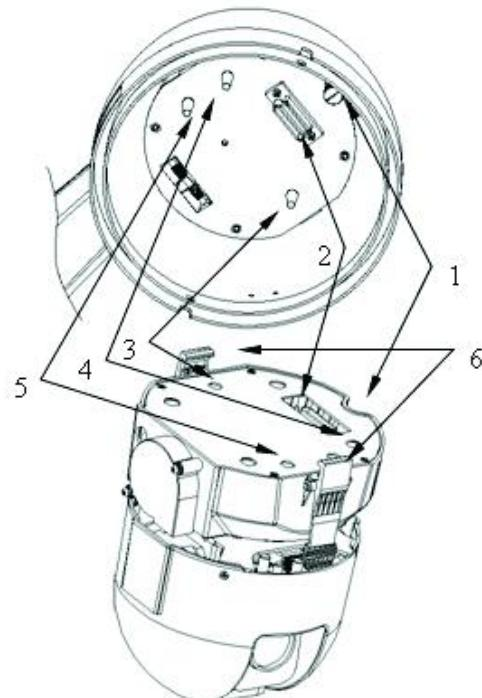

Рис.1.3-3 Цифрами отмечена последовательностьстыковки элементов
- Основной модуль устанавливается в основание камеры. Отверстия в основном модуле должны совпасть со штырями на крышке на дне основания камеры. Модуль фиксируется защелками. (См. рис. 1.3-3)